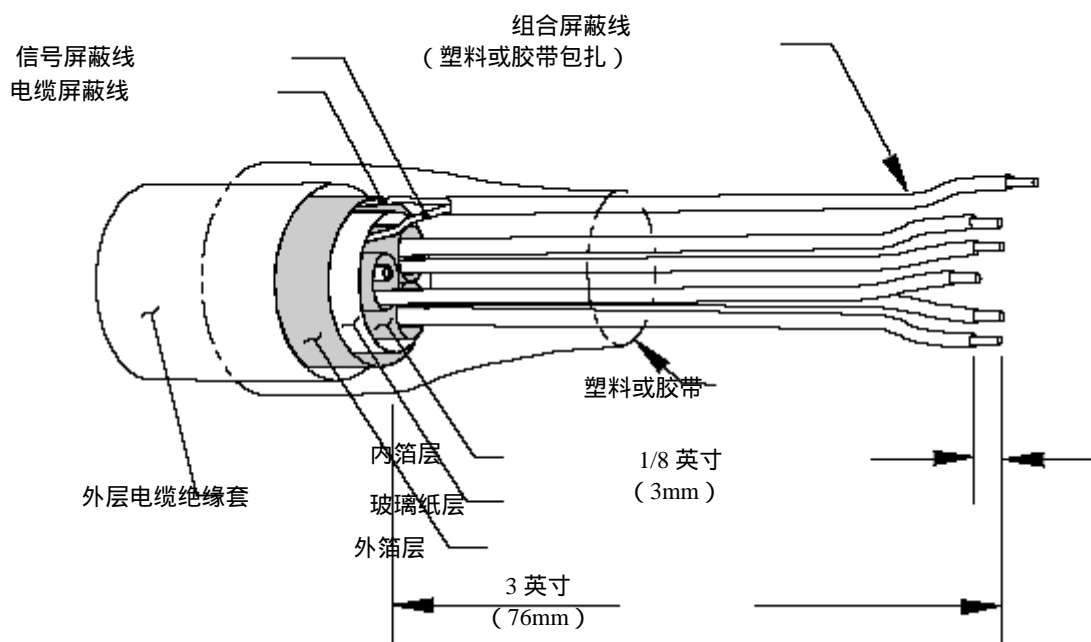

图2-6 标准终端详细说明 (CE 除外)
1. 参考图 2-6，将外层电缆的绝缘套、外箔层、玻璃纸层、内箔层及未使用的黑色线向后剥去 3 英寸 (76mm)，这样露出信号屏蔽线、电缆屏蔽线及 5 根有颜色的电线 (红、绿、黄、白和蓝)。